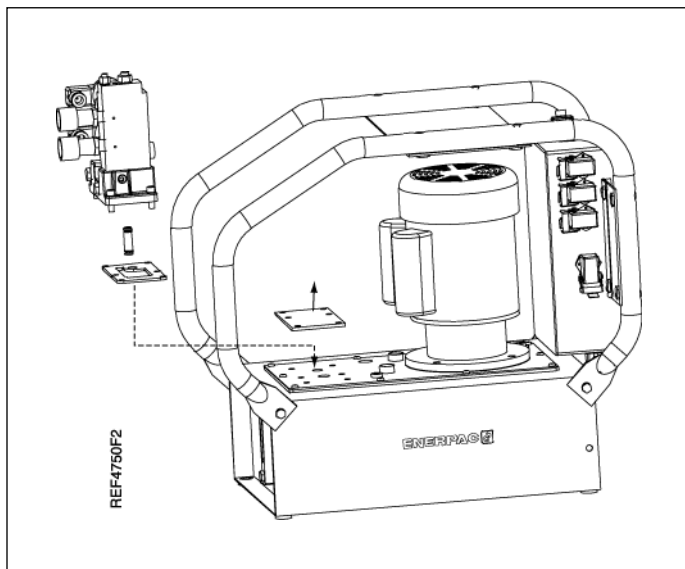

Abbildung 2
4.1 Montage des Ventils (Abbildung 2)